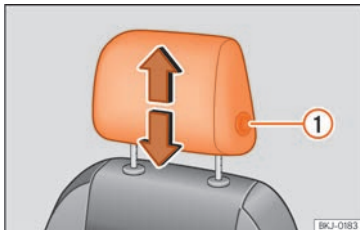
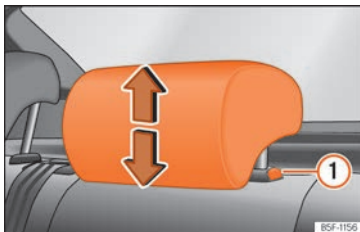

Abb. 68 Vordersitz: Kopfstützeneinstellung.
Abb. 69 Kopfstütze hinten: Kopfstützeneinstellung.
Sie zum Absenken auf gleiche Weise vor und drücken Sie die seitliche Taste ① »» (Abb. 68) , »» (Abb. 69).